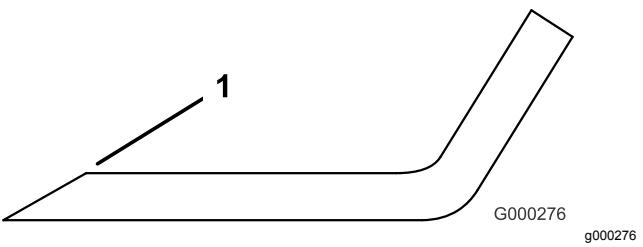

Figura 131
3. Ispécione as extremidades de corte de todas as lâminas e afie-as se apresentarem sinais de desgaste ou ranhuras (Figura 131).
Nota: Afie apenas a zona superior da parte cortante e mantenha o ângulo de corte original para garantir um desempenho eficaz da lâmina (Figura 131). A lâmina manterá o equilíbrio se for retirada a mesma quantidade de metal de ambas as extremidades de corte.